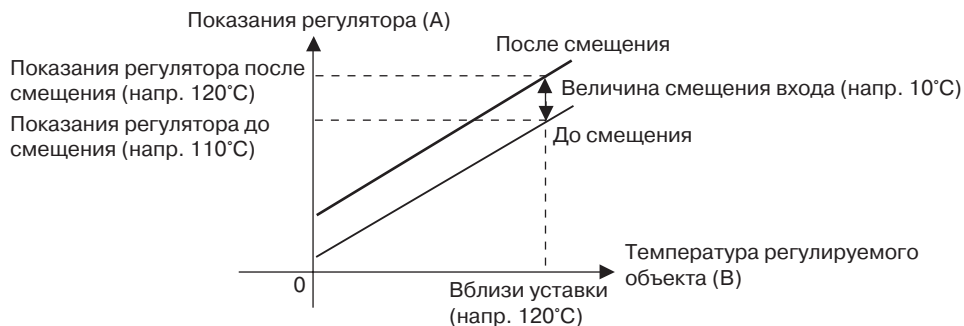

Рис. 2. Смещение «по одной точке».
- 1,2,3... 1. Используя конфигурацию, показанную на Рисунке 1, выберите значение уставки близким к значению, вблизи которого должна регулироваться температура объекта регулирования. Полагаем, что температура объекта регулирования (C) и температура термодпары (B) одинаковы.
2. Определите температуру регулируемого объекта (B) и температуру на дисплее регулятора (A). Отнимите из значения температуры регулируемого объекта (B) температуру на дисплее регулятора (A) и установите в параметрах \bar{LNSL} и \bar{LNSH} полученный результат в качестве значения смещения входа. Смещение показано на Рис. 2.
3. Задав значения для смещения входа, проверьте температуру на дисплее регулятора (A) и температуру регулируемого объекта (B). Если они практически совпадают, на этом процедура смещения температурного входа завершена.